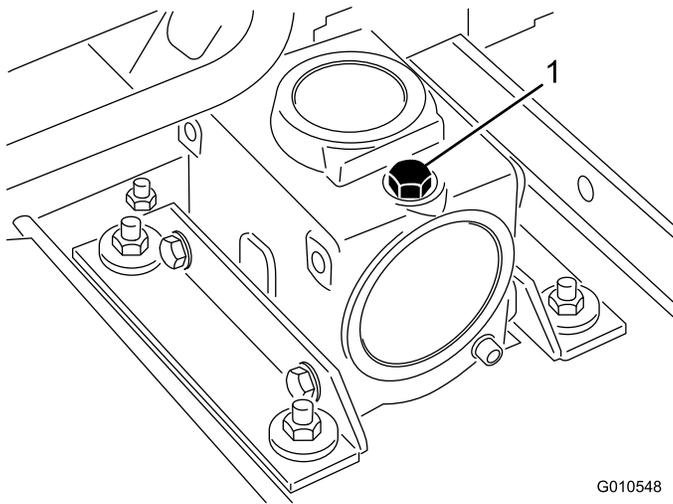

Figure 23
2. Placez la machine et le plateau de coupe sur une surface plane et horizontale, et abaissez le plateau de coupe. Retirez la jauge/le bouchon de remplissage du haut du réducteur (Figure 23) et vérifiez que le niveau de lubrifiant se situe entre les repères de la jauge. Si le niveau de lubrifiant est bas, ajoutez de l'huile pour engrenages SAE 80-90 jusqu'à ce que le niveau se situe entre les repères. La capacité du réducteur est de 283 ml.